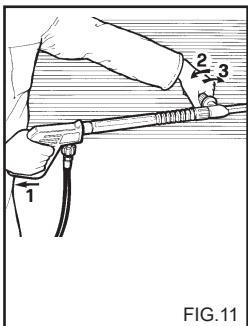
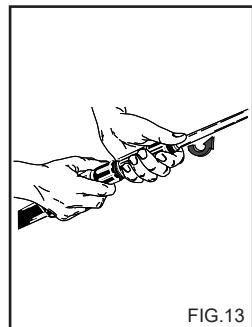

FIG.11
FIG.13
BRUKE DET DOBLE MUNNSTYKKET ELLER DET JUSTERBARE HODET (fig. 11)
2) Fjern forlengelsen fra håndtaket og sett inn dobbellansen eller lansen med regulert hode (fig.13), start høytrykksvaskeren og kommandoene for oppsuging av vaskemiddelet på lansen (fig. 11, 12) og sprut på overflaten som skal vaskes nedefra og opp.